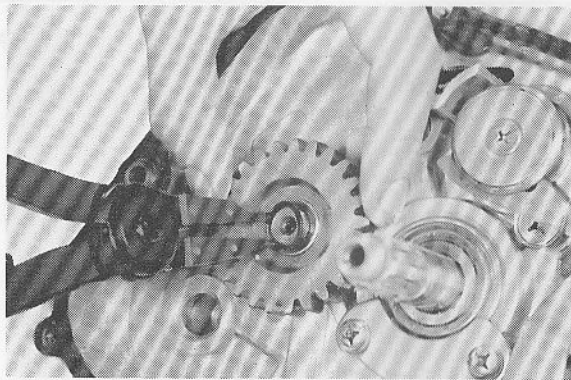

Fig. 3-2-15
- e. Remove the circlip with clip pliers, and then the kick idler gear can be easily removed. (Fig. 3-2-15)
- e. Retirer le circlip avec des pinces à circlip, et ensuite le renvoi de démarreur peut être enlevé aisément. (Fig. 3-2-15)